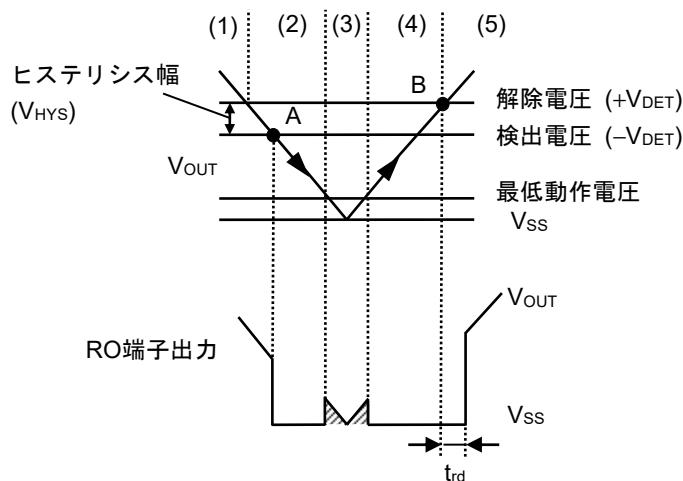

図18 ディテクタ部のタイミングチャート
- (1) レギュレータの出力電圧 (V_{OUT}) がディテクタの解除電圧 ($+V_{DET}$) 以上で、Nchトランジスタ (N1, N2) はオフになり、RO端子に "H" が出力されます。このときPchトランジスタ (P1) はオン状態で、コンパレータ (C1) への入力電圧は $\frac{R_B \cdot V_{OUT}}{R_A + R_B}$ になります。
- (2) V_{OUT} が低下し $+V_{DET}$ 以下になっても、検出電圧 ($-V_{DET}$) 以上であればRO端子に "H" が出力されます。 V_{OUT} が $-V_{DET}$ (図18のA点) 以下になるとC1によって制御されるN1はオンになり、 C_{DLY} が放電されます。同時に、遅延回路によって制御されるN2はオンになり、RO端子に "L" が出力されます。このときP1はオフになり、C1への入力電圧は $\frac{R_B \cdot V_{OUT}}{R_A + R_B + R_C}$ になります。
- (3) V_{OUT} がさらに低下し、ICの最低動作電圧以下になると、RO端子出力は不定になります。RO端子がプルアップされる場合、"H" が出力されます。
- (4) V_{OUT} が最低動作電圧以上に上昇するとRO端子に "L" が出力されます。また、 V_{OUT} が $-V_{DET}$ を越えても $+V_{DET}$ 未満の場合には出力は "L" になります。
- (5) さらに V_{OUT} を上昇させ $+V_{DET}$ (図18のB点) 以上になるとN1はオフになり、 C_{DLY} が充電されます。 V_{DLY} がしきい値電圧 (1.25 V typ.) になると、遅延回路によって制御されるN2はオフになり、RO端子に "H" が出力されます。